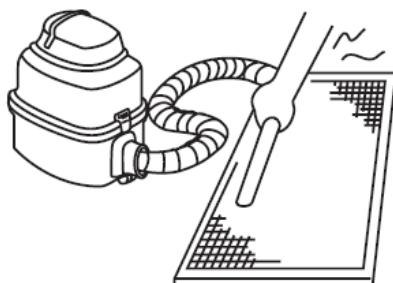

Fig.6-3
- Partea de admisie aer trebuie să fie cu față în sus la utilizarea aspiratorului. (Consultați Fig. 6-3).